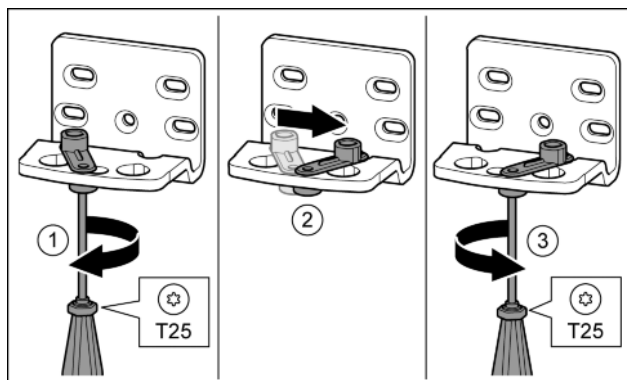

Fig. 12
- ▶ Schroef met de schroevendraaier T25 los draaien. Fig. 12 (1)
- ▶ Deursluidhulp optillen en 90° naar rechts in de opening draaien. Fig. 12 (2)
- ▶ Schroef met schroevendraaier T25 vastschroeven. Fig. 12 (3)